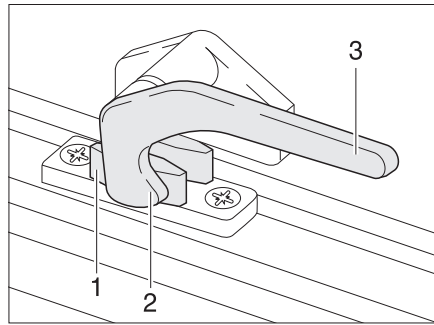

Bild 53 Verriegelungshebel in Stellung "geschlossen"
- Den Verriegelungshebel (Bild 53,3) eine viertel Umdrehung zur Fenstermitte hin drehen.
- Den Verriegelungshebel (Bild 53,3) eine viertel Umdrehung zum Fensterahmen hin drehen. Die Verriegelungsnase (Bild 53,2) liegt auf der Innenseite der Fensterverriegelung (Bild 53,1).
- in Stellung "fest verschlossen" (Bild 53).